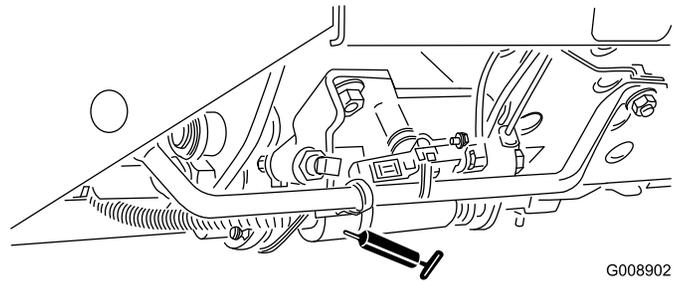

Bild 37
- Mähen-/Transportschieber (Bild 37)